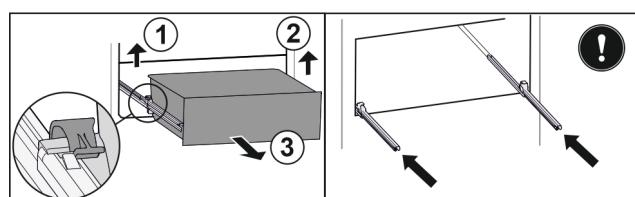

Fig. 96
- 提起左侧夹子，同时将抽屉左侧向前拉。 Fig. 96 (1)
- 提起右侧夹子，同时将抽屉右侧向前拉。 Fig. 96 (2)
- 朝前取出抽屉。 Fig. 96 (3)